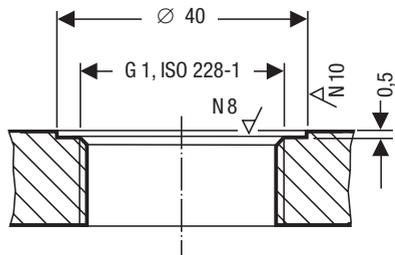

Fig. 4
5. Dichtflächen auf Behältergewindestutzen oder Flanschdeckel überprüfen. **Fig. 4**
6. Mitgelieferten Dichtring **C** auf die Dichtfläche des Gewindestutzens oder Flansches legen. **Fig. 4**
- Die Dichtflächen vom Behältergewindestutzen oder Flanschdeckel müssen gemäß **Fig. 4** technisch einwandfrei bearbeitet sein!